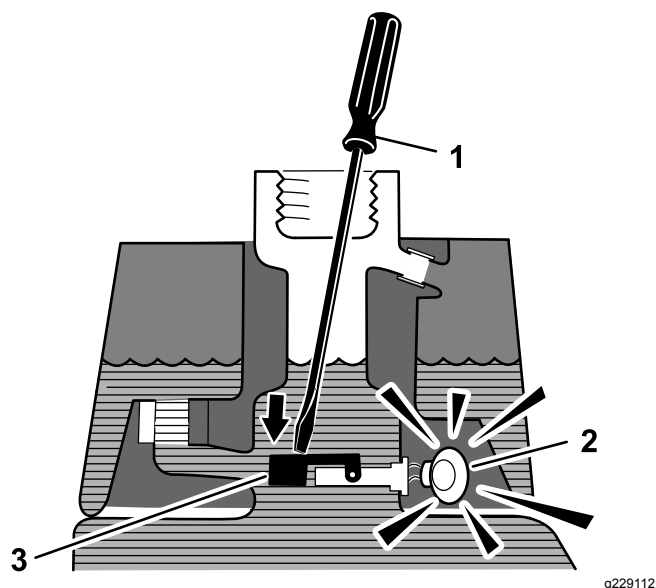

Figura 42
3. Insira uma barra ou uma chave de parafusos no bocal do depósito e empurre com cuidado o comutador de flutuação (Figura 42) para baixo. O alarme deverá ser ativado ao fim do período de desfasamento de um segundo.